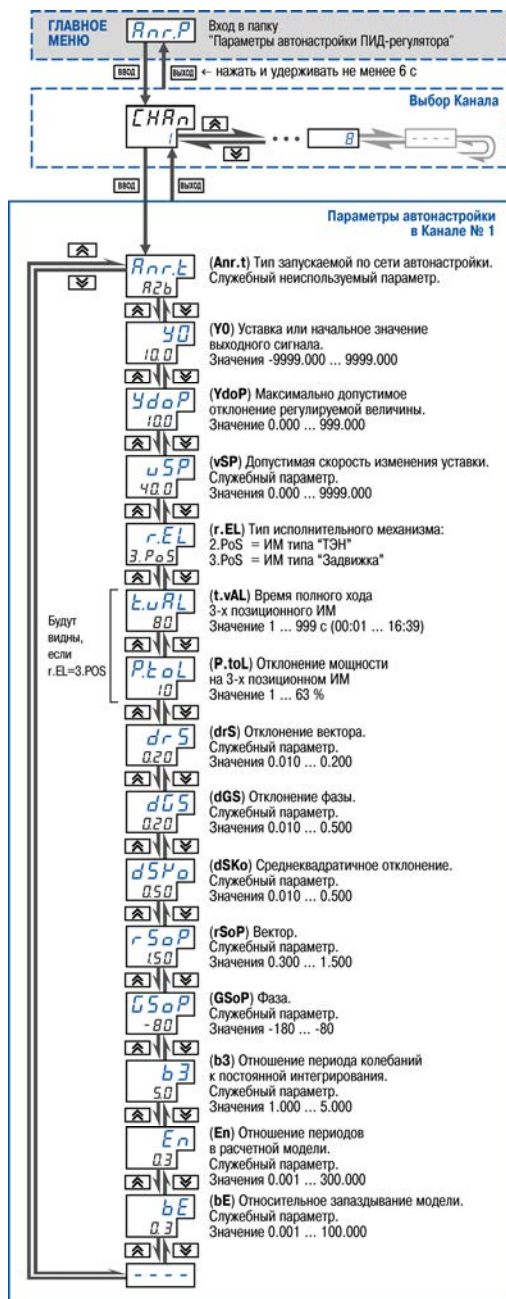

Рисунок 12.22 – Схема задания параметров Автонастройки ПИД-регулятора
2. Осуществляется установка в Конфигураторе (или с лицевой панели прибора, см. рисунок 12.22) значения параметра автонастройки **Y0** для выбранного Канала регулирования -- начальное значение мощности, при которой будет проходить автонастройка в %.